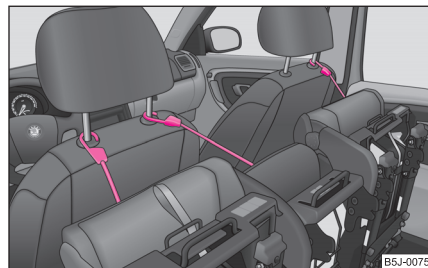

Fig. 53 Fixer les sièges rabattus
- Fixez le siège rabattu au moyen de la sangle de fixation sur une tige de guidage de l'appui-tête du siège concerné ⇒ fig. 53.